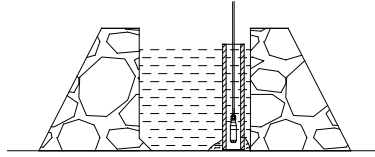

图7-1
h) 在介质波动较大时，应采取固定措施固定变送器探头部分，如给变送器加重或固定管套等。在流动的水中测量水位时，可以在水中插入或安装一根大于探头直径的钢管或PVC管，在管子位于水流方向的反向不同高度开若干个Φ5mm左右的小孔，使水进入管中如图7-1所示